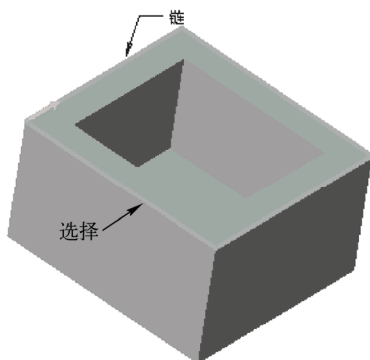

图 6-111 选择合适的边
STEP 04 单击“参考”按钮，打开“参考”下滑面板，在“拔模枢轴”列表框中选择“单击此处添加项”选项，并在绘图区中选择合适的边，按住〈Shift〉键的同时，选择合适的边，如图 6-111 所示。